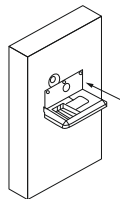

fig. 2/rys.2/Abb. 2/
5. На задней части монитора монитора находится металлический кронштейн, который следует наклонить, сдвинув его вниз, а затем по направлению к себе (рис. 2).
Dessin 2/Рис. 2/obr. 2
5. Il y a un support métallique à l'arrière du boîtier du moniteur que vous pouvez incliner en le faisant glisser vers le bas puis vers vous (fig. 2).
5. Auf der Rückseite des Monitorgehäuses befindet sich eine Monitorhalterung, die gekippt werden muss, indem Sie sie nach unten und dann in Ihre Richtung schieben (Abb. 2).
5. Z tyłu obudowy monitora znajduje się metalowy wspornik, który należy odchylić przesuwając go w dół, a następnie do siebie (rys. 2).